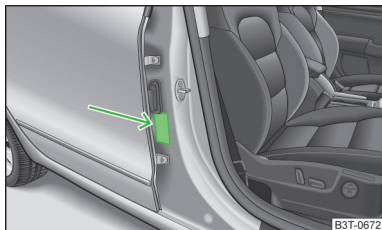

Fig. 160
- L'autocollant qui se trouve sur le montant B côté passager avant attire votre attention à ce sujet » **fig. 160.** L'autocollant est visible dès que la portière du passager avant est ouverte. L'autocollant est placé sur le pare-soleil du passager avant dans certains pays.